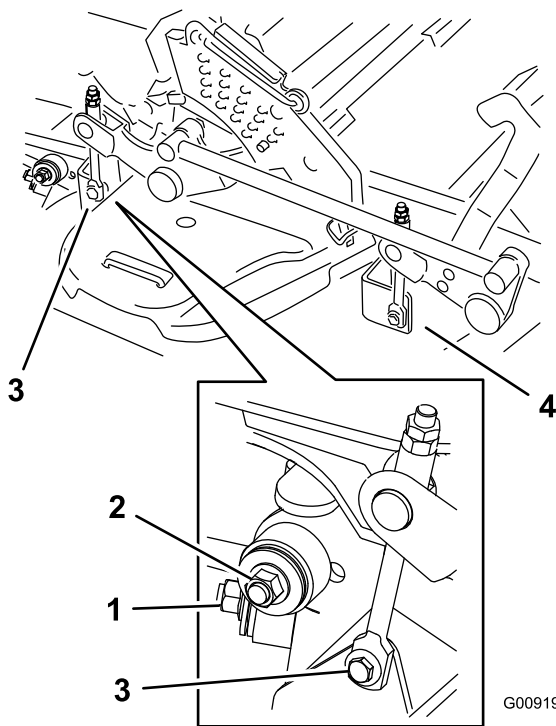

Figura 108
7. Retire y guarde los herrajes de ambos lados de la carcasa (Figura 108).